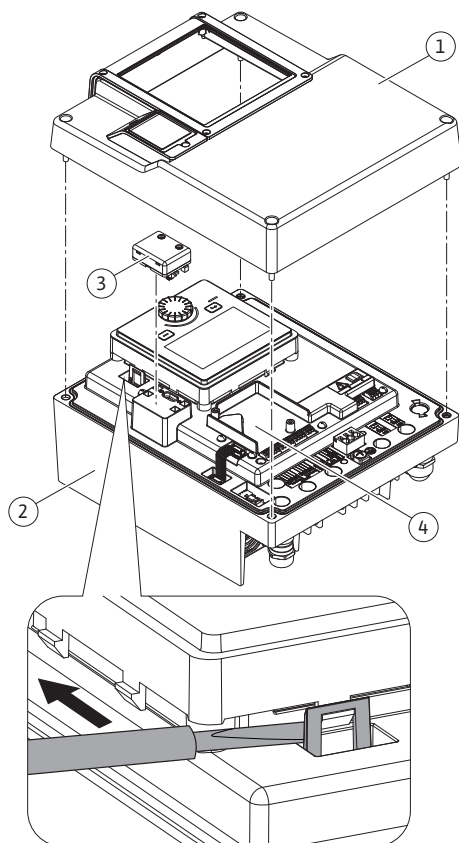
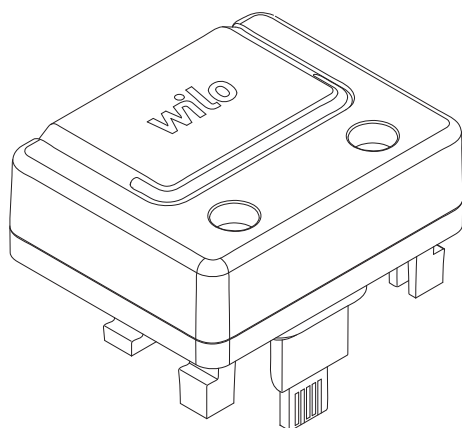

Fig. 26: Módulo electrónico
Fig. 27: Módulo Wilo-Smart Connect BT
La interfaz Bluetooth del módulo Wilo-Smart Connect BT (Fig. 26, Pos. 3 y Fig. 27) sirve para la conexión a terminales móviles, como smartphones y tabletas. En la aplicación Wilo-Assistant está la función Wilo-Smart Connect. Con la función Wilo-Smart Connect se puede manejar y ajustar la bomba y se pueden leer sus datos. Véanse los ajustes en el capítulo «Puesta en marcha» [► 46].
1. Afloje los cuatro tornillos de la parte superior del módulo electrónico (Fig. 26, Pos. 1; Fig. 1, Pos. 2).
3. Inserte el módulo Wilo-Smart Connect BT en la interfaz Wilo-Connectivity prevista. Véase la Fig. 26, Pos. 3.
Los módulos CIF (accesorios) sirven para la comunicación entre las bombas y la gestión técnica centralizada. Los módulos CIF se insertan en el módulo electrónico (Fig. 26, Pos. 4)